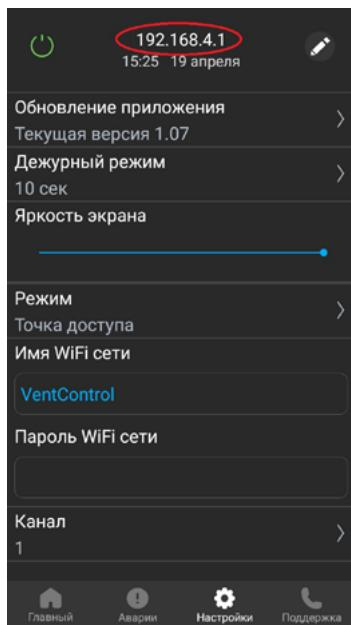
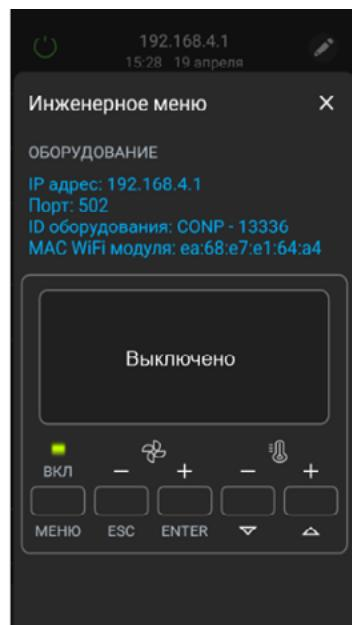

Рис.32
Рис.33
- Перейдите во вкладку «НАСТРОЙКИ» на экране панели, затем нажмите (в течение 3-х секунд) на название «Текущая версия» в верхней части экрана (см. рис.32, отмечено красным) – осуществляется переход в «ИНЖЕНЕРНОЕ МЕНЮ» (см. рис.33). На экране будет написано «Выключено».